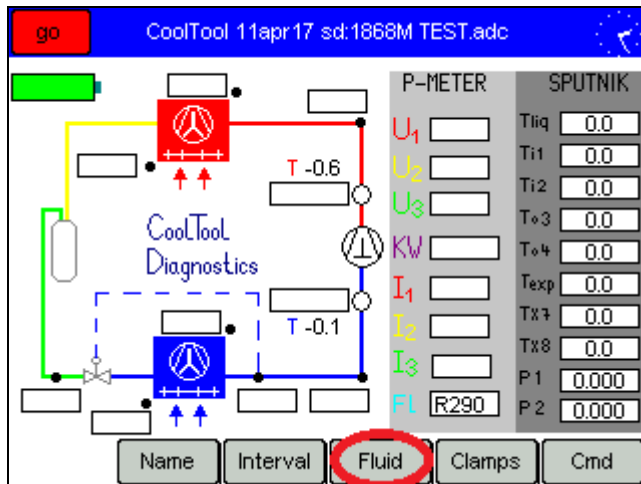

Bild 3
1. Auf der Anlagenseite den Fluid-Button drücken. *Bild 3*